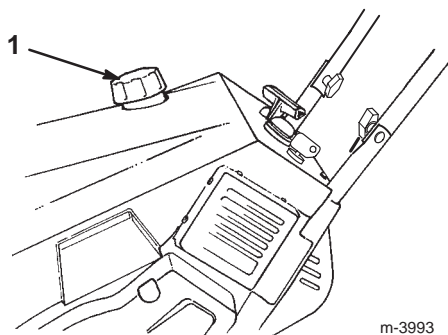

Figure 6
1. Nettoyez la surface autour du bouchon du réservoir de carburant (Fig. 6). Ne laissez pas de neige ou d'eau pénétrer dans le réservoir.